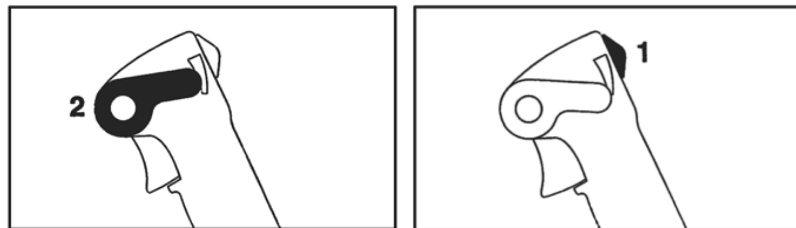

Figura 7
- Mova a alavanca de ajuste (2) para a parte inferior para deixar o motor em marcha lenta. (Figura 7).